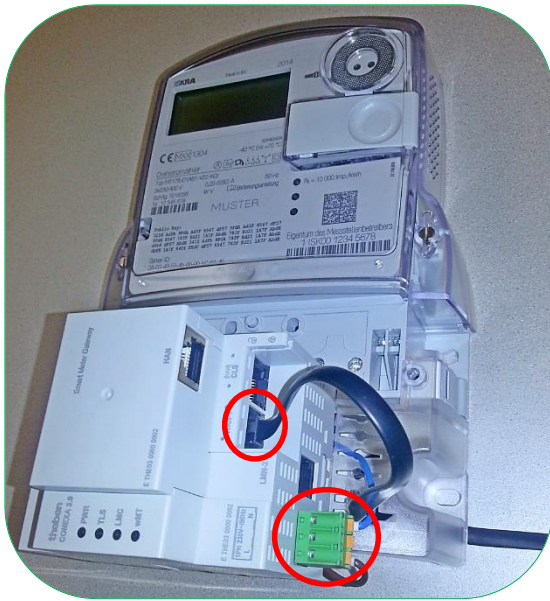

Bild 38: Gateway mit Kabeln installiert
6. Stecken Sie den Netzstecker und LMN Kabel (siehe Bild 38), an den Anschluss auf dem Gateway.